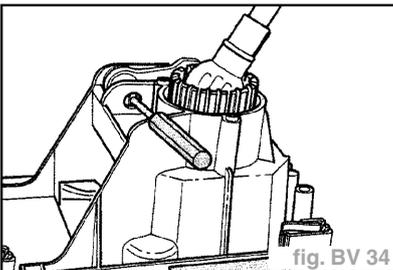

fig. BV 34
- Chasser le pivot de palier de l'équerre de sélection (fig. BV 34).